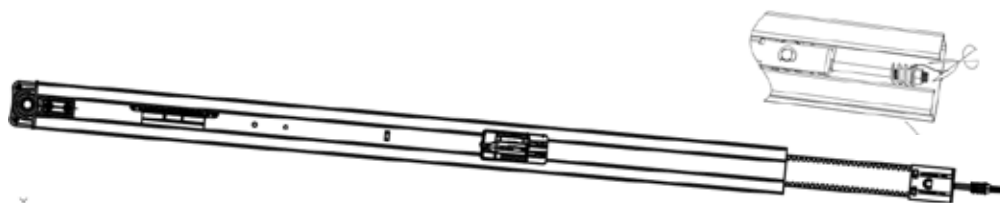

Fig. 7
1. ****Conforme a Fig. 7, corte a abraçadeira de plástico na haste roscada "A" e puxe a haste roscada "A" juntamente com a correia interna para a manga**** ,